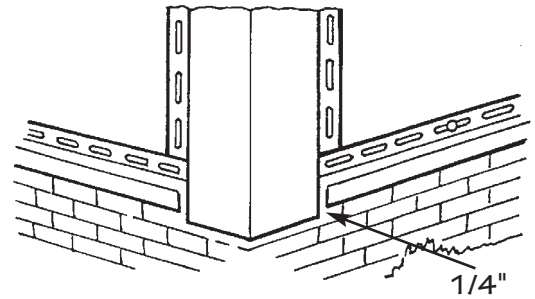
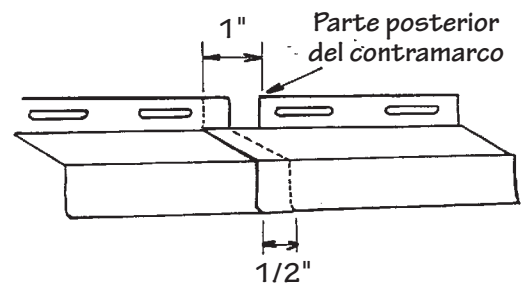

Figura 50.
Figura 51.
- Sujete cada 8" a 12". Use el centro de las ranuras de clavado. Todo el vinilo debe sujetarse con firmeza pero sin apretarlo. No debe restringirse el movimiento hacia los lados. Deje espacios libres de 1/4" en los esquineros (Figura 50). En donde se unen los tramos, recorte 1" la brida de clavado y traslápelos 1/2" para lograr una unión limpia (Figura 51).